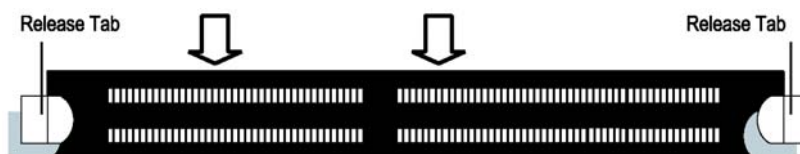

Figura 7. Installazione dei moduli di memoria DIMM
2. Individuare sulla scheda madre la posizione degli zocchi contenenti i moduli DIMM della memoria di sistema. ( moduli DIMM hanno un verso unico di inserimento e hanno una o due chiavi a seconda se SDRAM o DDR RAM, le quali permettono l'inserimento nello zoccolo in un solo verso vedi figura 7).